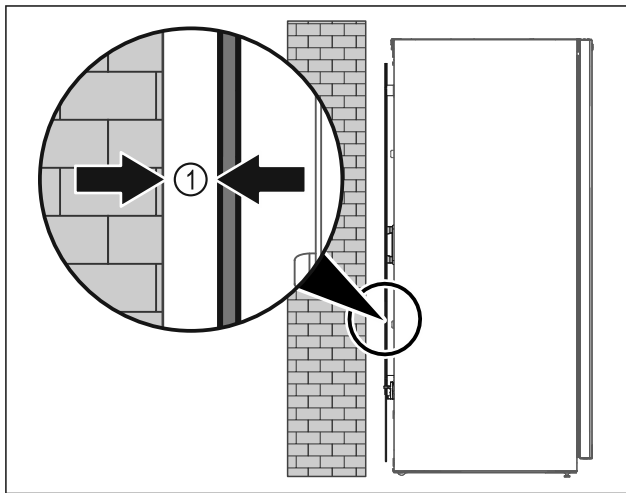

Fig. 50
- Τοποθετήστε τη συσκευή είτε ελεύθερη στον χώρο είτε απευθείας σε έναν τοίχο σε ελάχιστη απόσταση 5 mm Fig. 50 (1).